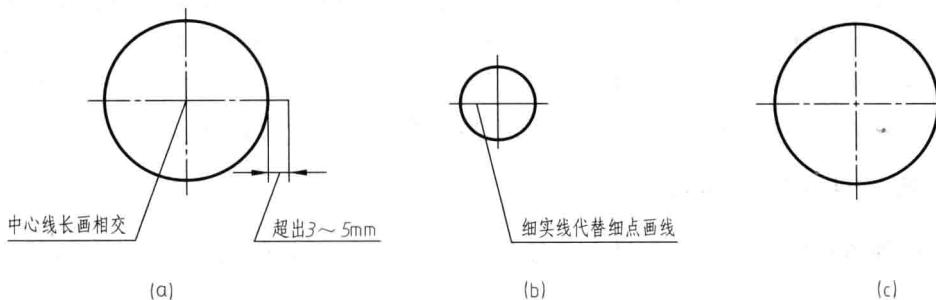

图 1-11 中心线的画法
① 细虚线、细点画线、细双点画线与其他图线相交时尽量交于长画处，细虚线与粗实线相交处无空隙，如图 1-11 (a) 所示。画圆的中心线或轴对称图形两条中心线相交时，相交处应是长画的交点，细点画线两端应超出轮廓线 3~5mm；在较小的图形上绘制点画线或双点画线有困难时，例如圆的直径小于 8mm 时，允许用细实线代替点画线，如图 1-11 (b) 所示。图 1-11 (c) 为容易出现错误的画法，必须避免。